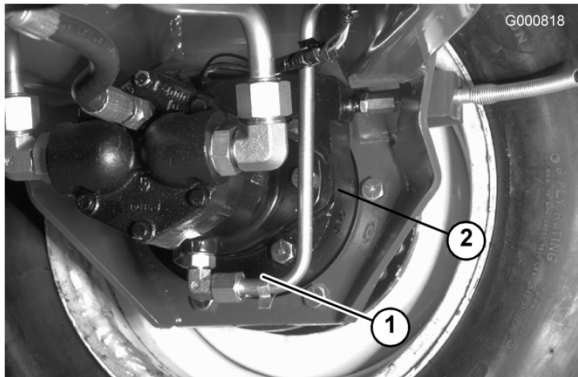

Figura 55
3. Retire ambos os tampões que se encontram no fundo da estrutura dos travões e deixe o óleo escorrer para o recipiente (Figura 55).